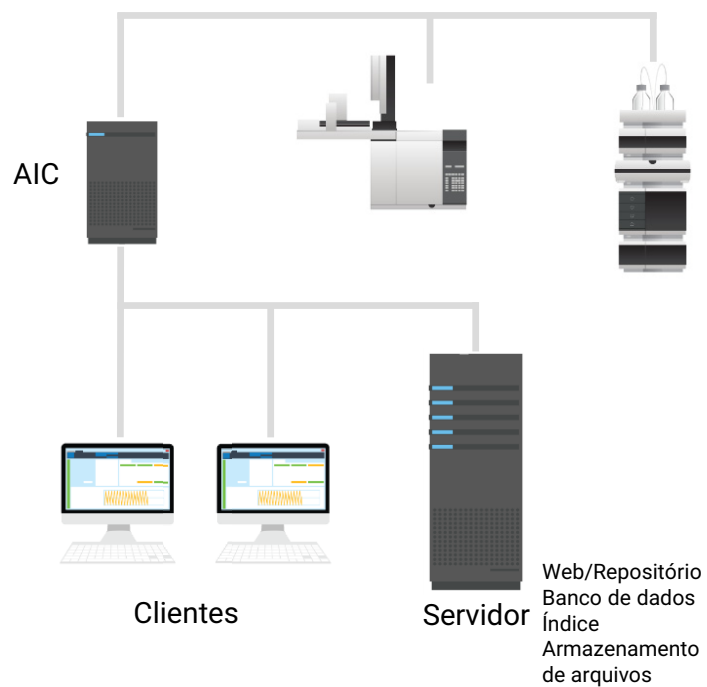

Figura 2 Topologia "all-in-one": Clientes e AIC se conectam a um servidor
- ✓ sistema "all-in-one" de 1 servidor (consulte Figura 2 na página 11),